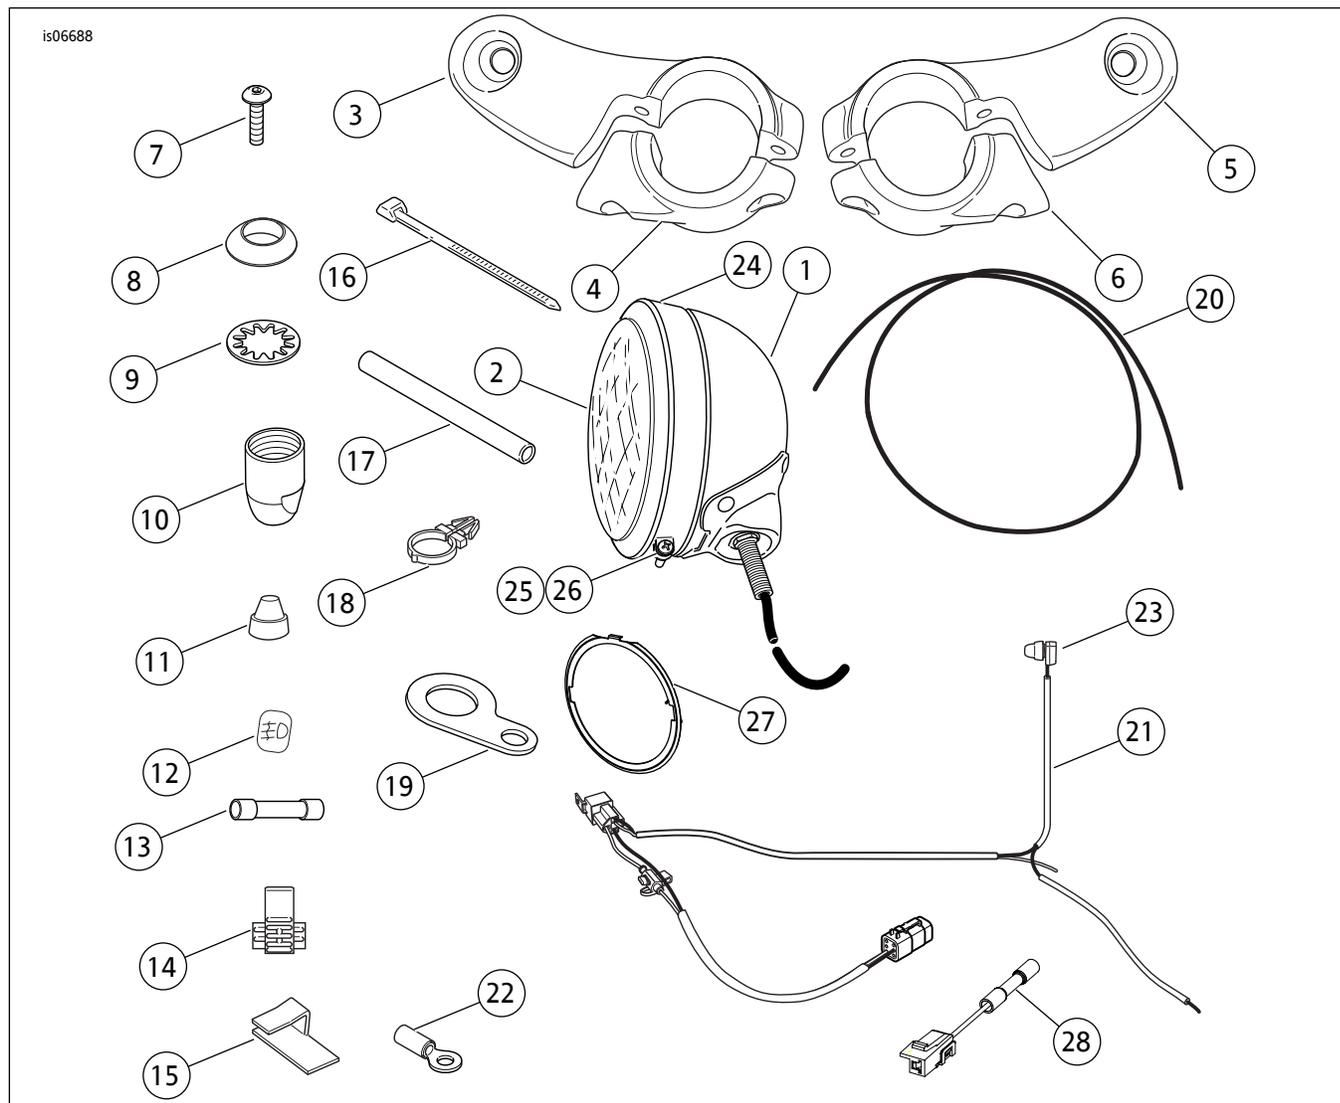

图10。维修零件：镀铬辅助灯套件
参见图10和表1。
6. 参见图10。找到外侧装饰环(24)、内侧嵌套环(27)、螺丝(25)和螺母(26)。
12. 2011年款及之后软尾车型: 将6路Deutsch连接器连接至车辆线束上的6路诊断/P&A连接器。所有2003年款及之前车型: 剪断来自线束的6路连接器。将套件中的环形接线端安装至白色电源引线, 并将其连接至主断路器铜螺栓(BAT)接线端。除2011年款及之后软尾之外的所有2004年款及之后车型: 剪断来自线束的6路连接器。将B+跳线线束(图10: 项目28)拼接到白色电源引线, 然后将跳线连接到线束上的B+连接器。参见维修手册的“密封拼连接器”部分。
- 除2011年款及之后软尾之外的所有车型：将套件中的环形接线端安装至线束的黑色接地引线。将带环形接线端的黑色地线(2)连接至座椅下面的接地螺柱或任何良好的电气接地点。使用线缆扎带(图10:项目16)将套件线束固定至相邻线束。
- 参见图10。从套件中取出开关安装架(项目19)。从灯开关拆下护套,将开关安装到支架中。将护套再次放到开关上。
如果护套存在磨损、损坏或丢失情况,则更换护套,避免湿气进入开关。参见图10(项目11)。
- 参见图10。根据需要使用线束固定器(项目18)将线束的车灯开关分支固定到把手上。将固定器卡入把手上的孔中。
27. 参见图10。使用套件中的背胶夹(15)将电线固定至下部叉转向架。